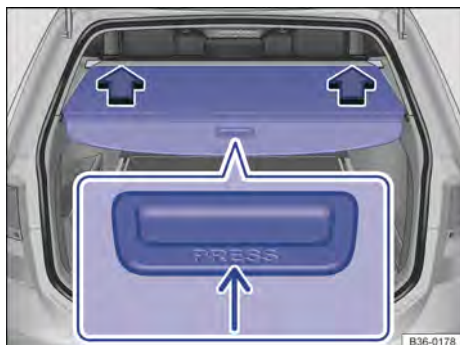

Fig. 230 No compartimento de bagagem: cobertura fechada do compartimento de bagagem.
- Na região frontal → Fig. 230 (seta pequena), pressionar a cobertura do compartimento de bagagem. A cobertura do compartimento de bagagem se abre sozinha até a metade do compartimento de bagagem.
- Fixar as terminações das barras transversais nas aberturas à esquerda e à direita, no revestimento lateral → Fig. 230.